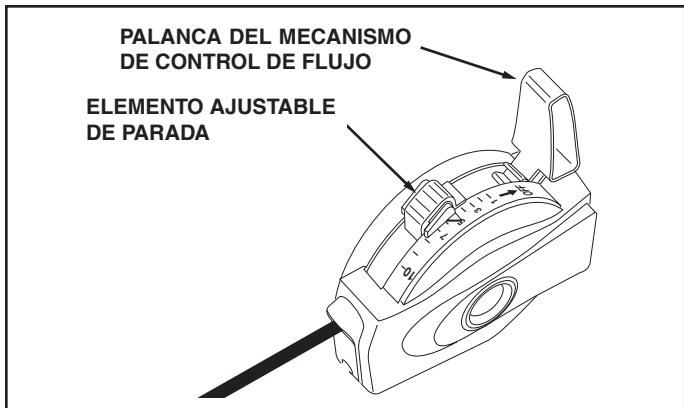

FIGURA 12
- Mueva la Palanca del mecanismo de Control de Flujo hacia adelante hasta que encaje en el Elemento Ajustable de Parada, asegurando la Palanca en la graduación deseada. Vea la figura 12.